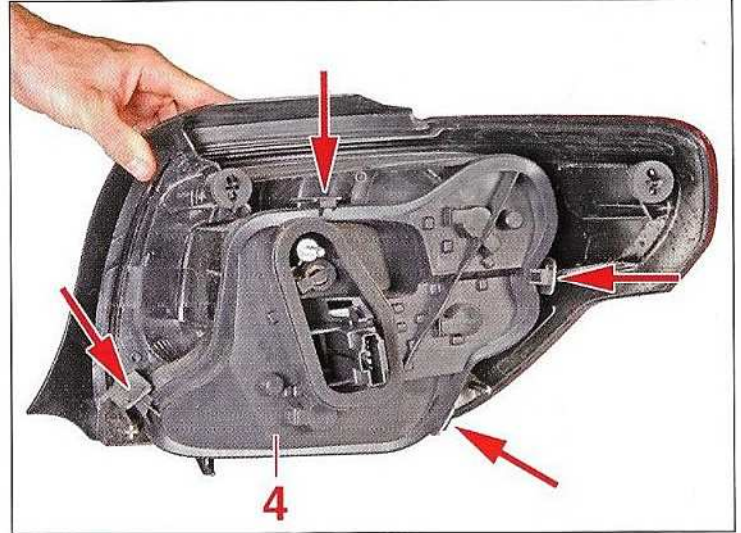

FIG.2
- Ecarter légèrement les languettes (flèches) afin de libérer le support d'ampoules (4), puis le sortir (Fig.2).